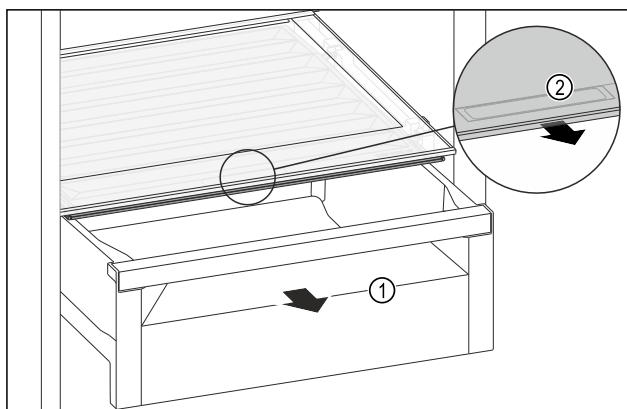

Fig. 124
- Schuifvak Fig. 124 (1) uittrekken.
- Greeplijst Fig. 124 (2) op het vakdeksel vastpakken en het vakdeksel gelijktijdig naar voren trekken.